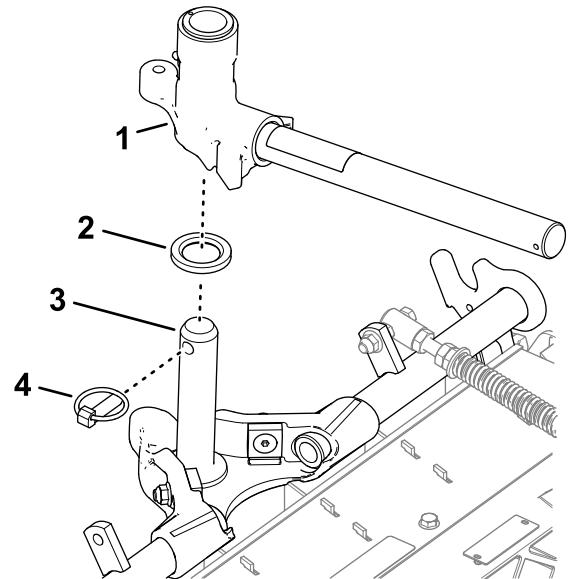

Bild 29
2. Setzen Sie das Hubarmjoch in die Trägerrahmenwelle ein (Bild 29).